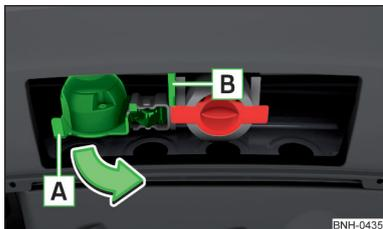

Fig. 148
- › Agarrar el enchufe de 13 polos por el mango [A] y girarlo en el sentido de la flecha » fig. 148.